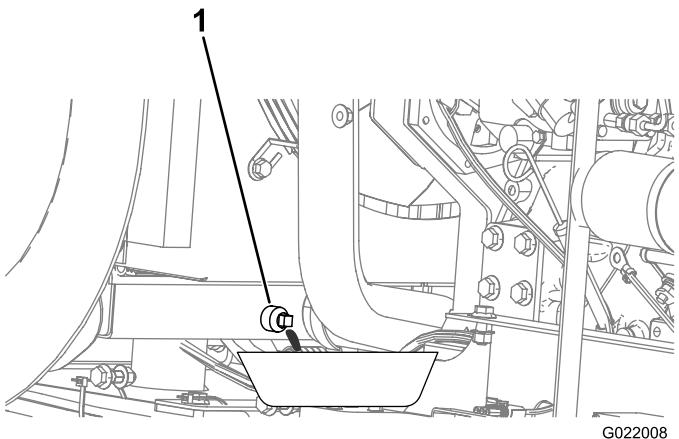

Рисунок 140
5. Подставьте под сливную пробку сливной поддон (Рисунок 140).
8. Закройте пробку сливного отверстия (Рисунок 140).
- C. Закройте пробку сливного отверстия (Рисунок 140).
- H. Закройте пробку сливного отверстия (Рисунок 140).